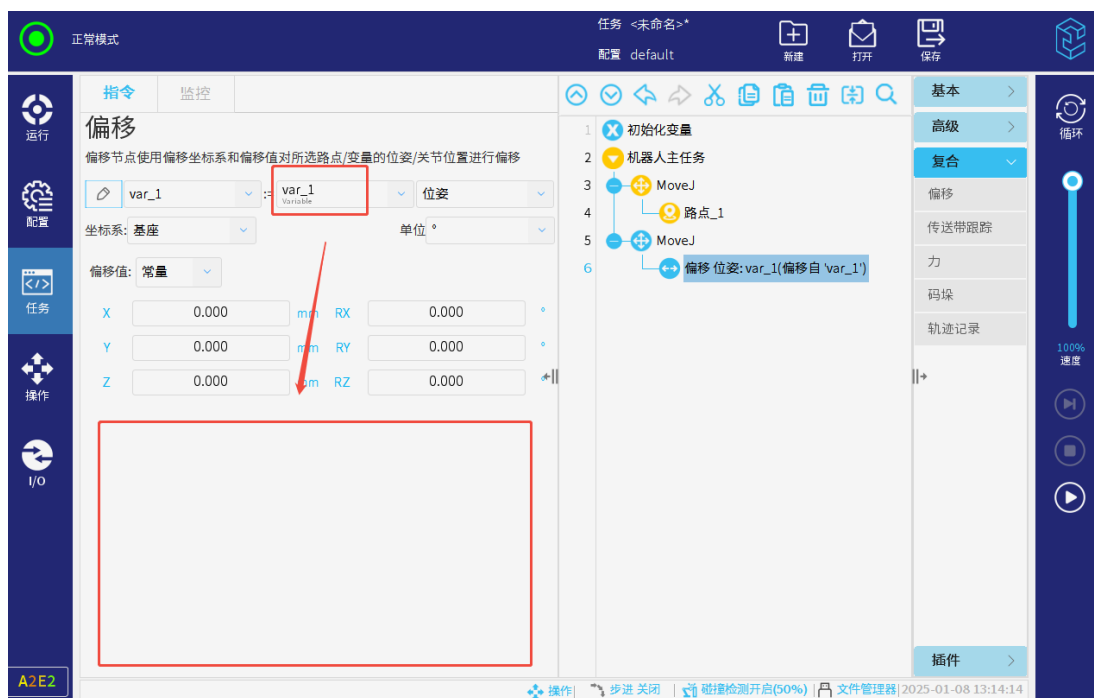

图 3-122: 偏移数据源为任务变量时的数据展示
- 由于任务变量非全局变量，机器人未运行状态下无法获取数据值，故偏移数据源为任务变量时，这里不展示偏移前后的数据，如图 3-122 所示。